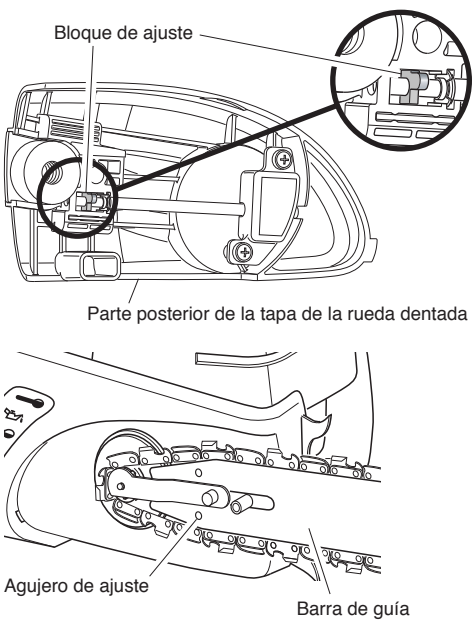

Figura 17 - Ubicación del bloque de ajuste y del agujero de ajuste
2. Gire el frente de la tapa de la rueda dentada hacia la barra de guía hasta que el bloque de ajuste toque la barra de guía (vea la Figura 17).